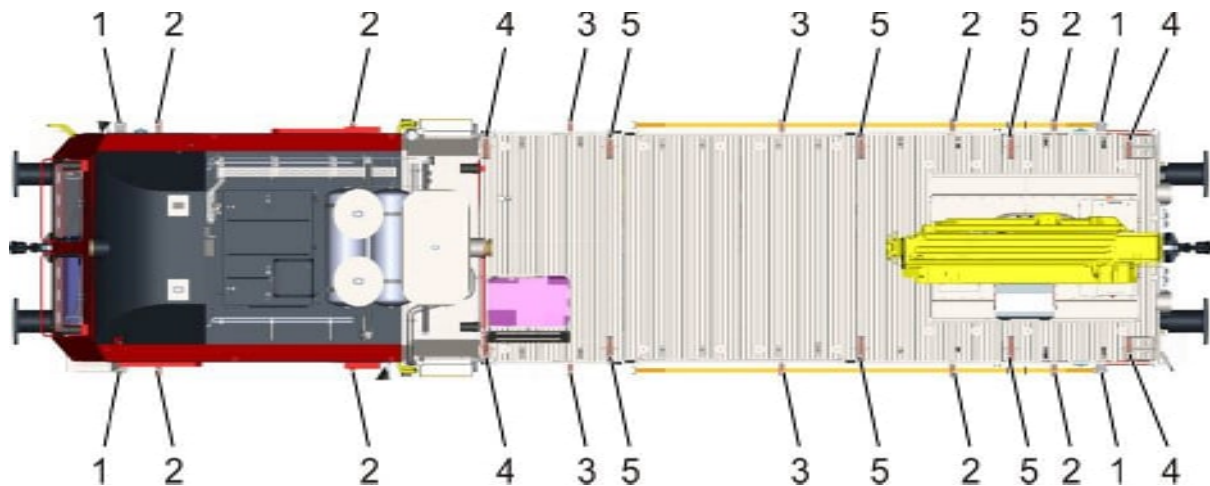

Abb. 129: Schienencouponträger, Anordnung
Sicherstellen, dass die Schienencouponträger, siehe Abb. 129 (4) und (5), auf der Ladefläche gesteckt sind.
Schienencoupons direkt an den Anschlag an der Kranseite positionieren, siehe Abb. 129 (1) oder (4).